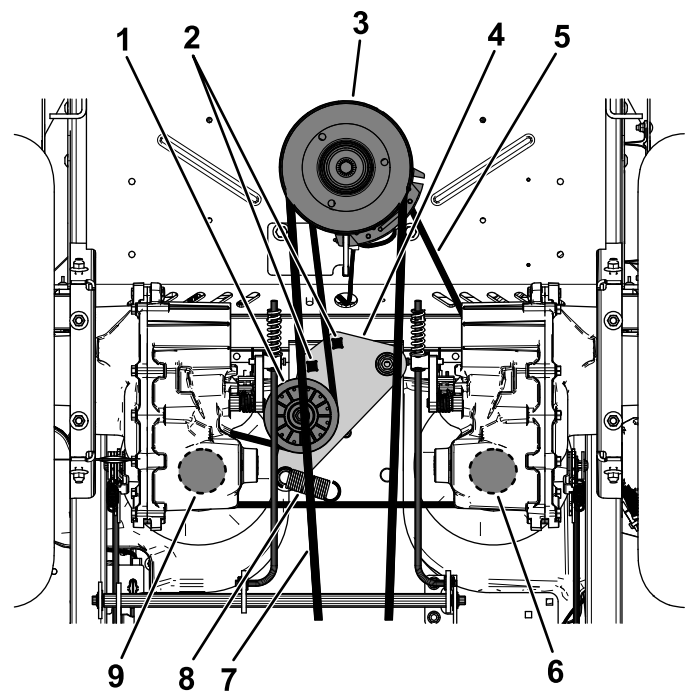

Figure 60
5. Insérez un rochet de 1/2 pouce ou une barre de levier dans l'un des trous carrés du bras de la poulie de tension pour détendre le ressort de la poulie de tension (Figure 60).
6. Retirez la courroie existante de la poulie de tension, des 2 poulies d'entraînement de pompe hydraulique et de la poulie du moteur (Figure 60).
7. Chaussez la courroie neuve sur la poulie de tension, la poulie du moteur et les 2 poulies de la pompe hydraulique (Figure 60).